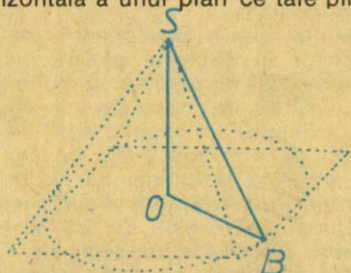

FIG. 5. Triunghiul SOB reprezentînd jumătatea secțiunii făcută prin piramidă de planul caracteristic II.
Secțiunea celui de-al doilea plan (II) dă un triunghi isoscel (fig. 5) SOB, prin construcție ($SO = OB$), al cărui studiu conduce la următoarea concluzie: un sfert din suprafața exterioară a piramidei este egală cu de două ori suprafața triunghiului SOB.